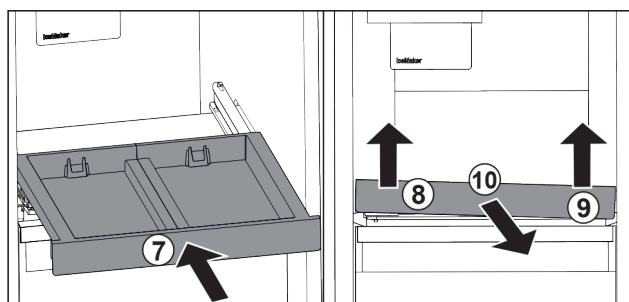

Fig. 82
- Skjut in utdragshyllan. Fig. 82 (7)
- Lyft utdragshyllan fram till vänster. Fig. 82 (8)
- Lyft utdragshyllan fram till höger. Fig. 82 (9)
- Ta ut utdragshyllan framåt. Fig. 82 (10)